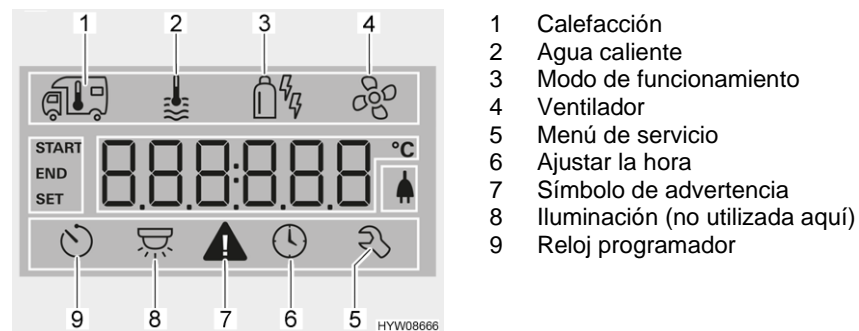

Fig. 88 Display (unidad de mando)
- Girar el pulsador giratorio (Fig. 87,6) hasta que parpadee el símbolo de menú Calefacción (Fig. 88,1).
- Girar el pulsador giratorio (Fig. 87,6) hasta que parpadee el símbolo de menú Agua caliente (Fig. 88,2).
- Girar el pulsador giratorio (Fig. 87,6) hasta que parpadee el símbolo de menú de modo de funcionamiento (Fig. 88,3).
- Girar el pulsador giratorio (Fig. 87,6) hasta que parpadee el símbolo de menú Ventilador (Fig. 88,4).
- Girar el pulsador giratorio (Fig. 87,6) hasta que parpadee el símbolo de menú Reloj programador (Fig. 88,9).
- Pulsar el pulsador giratorio. El reloj programador estará activado. El símbolo Reloj programador (Fig. 88,9) parpadeará si el reloj programador está programado y activo.
En caso de una advertencia, parpadeará el símbolo de advertencia (Fig. 88,7). La calefacción continuará funcionando. Si sólo se trata de una avería temporal, el símbolo de advertencia se apagará automáticamente. En caso de una avería, la unidad de mando inmediatamente visualizará el código de error de la avería. La calefacción se desconectará. Pulsar el pulsador giratorio para volver a arrancar la calefacción.